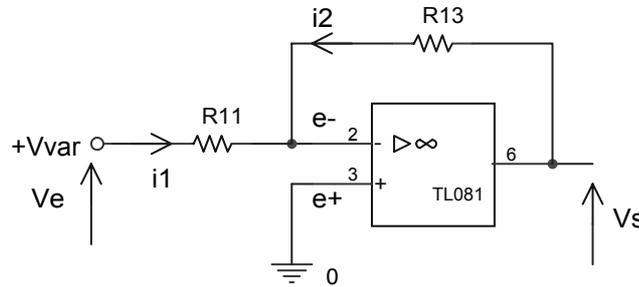

fig.4
5.3.1 Schéma de principe figure 4